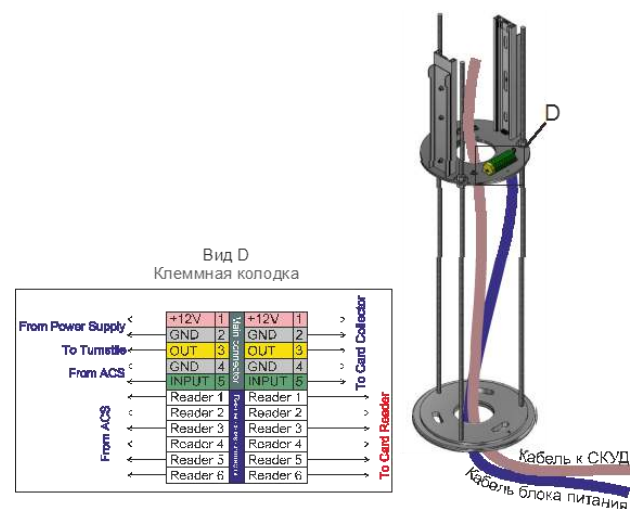

Рис.10 – Подключение к клеммной коробке
12) Протяните подготовленные провода сквозь монтажное основание **14** (Рис. 10) внутрь каркаса (отверстия для коммуникаций) картоприёмника (Кабель подключение питания и СКУД)